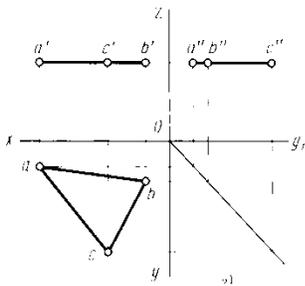

Рисунок 11
- 1)  $P // \Pi_1$  – **горизонтальная** плоскость (Рисунок 11)